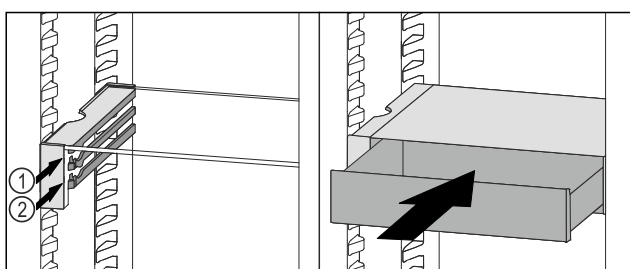

Fig. 171
- Placer le tiroir VarioSafe derrière les butées sur la nervure désirée Fig. 171 (1) ou Fig. 171 (2).